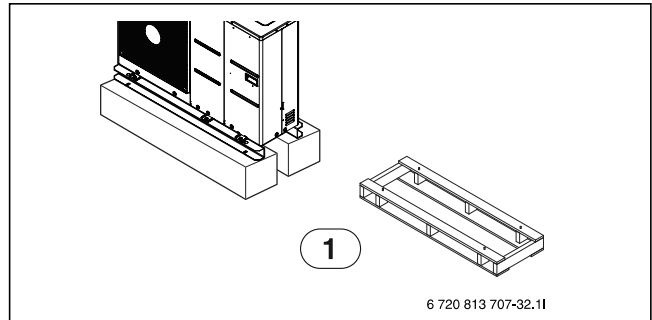

Bild 8
- ▶ Ta bort träpallen (→ Bild 8) under enhetens bottenråg. Den kan leda till att enheten blir instabil eller att värmeväxlaren fryser, vilket innebär funktionsfel.
- ▶ Ta bort träpallen (→ Bild 8) under enheten före svetsning. Om träpallen sitter kvar finns risk för brand vid svetsning.